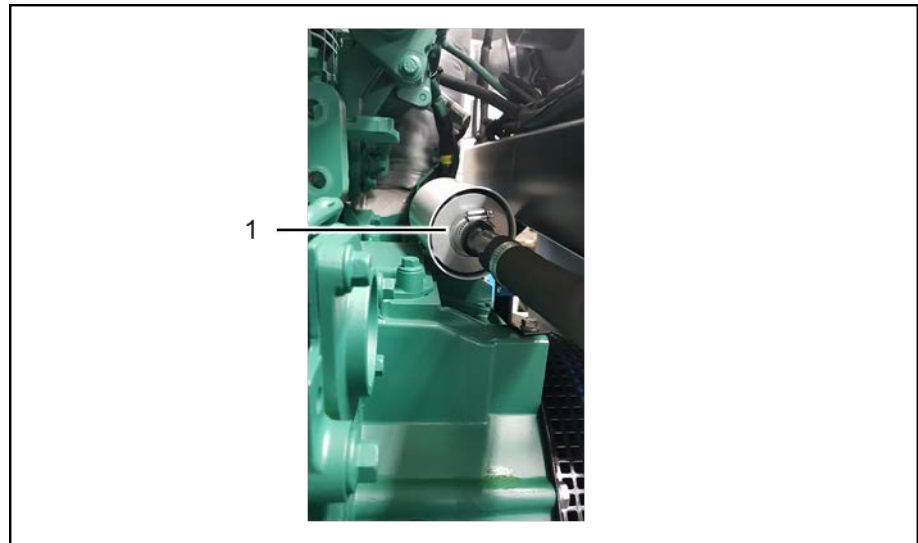

Рис. 27: воздушный фильтр компрессора
1. Отсоедините шланговый хомут на воздушном фильтре (Рис. 27: поз. 1).